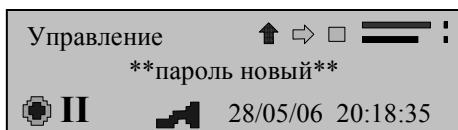
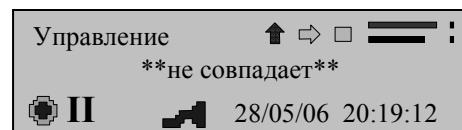

Рисунок 24
Рисунок 25
- при верно введённом пароле прибор сообщает об успешном изменении пароля (рисунок 24), при неверно введённом пароле прибор сообщает об ошибке и перейдёт к началу подпункта (рисунок 25).